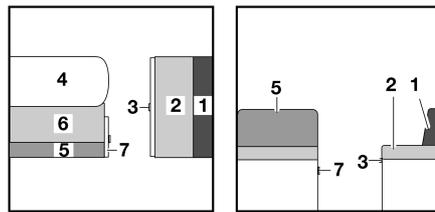

Bild 141 Vor dem Umbau
- Tisch (Bild 141,4) vergrößern und zum Bettunterbau umbauen (siehe Abschnitt 7.8).
- Griff ziehen und Klappe (Bild 141,7) öffnen.